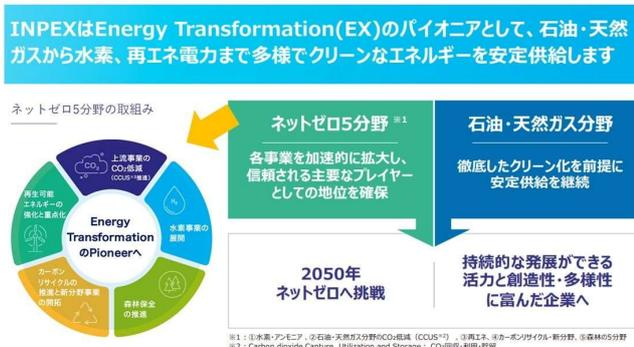

図1 2050年ネットゼロカーボン達成に向けた基本方針
INPEX は石油・天然ガスの探鉱、生産を行ってきており、石油・天然ガス分野は今後とも事業の柱として、徹底したクリーン化を前提に安定供給を継続していくことには変わりないが、もう一方の事業の柱として今後積極的に事業拡大を考えているものが「ネットゼロ 5 分野」である。①水素・アンモニア事業の展開 ②石油・天然ガス分野の CO2 削減 (CCUS) ③再生可能エネルギーの強化と重点化 ④カーボンリサイクルの推進と新分野の開拓 ⑤森林保全の推進 の 5 分野について 2050 年までに当社の事業の柱として育てることで積極的な取り組みを進めているところである(図 1)。